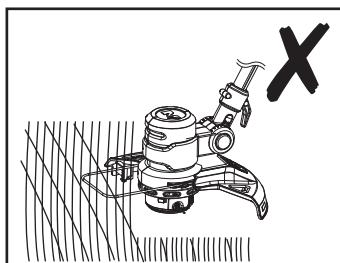
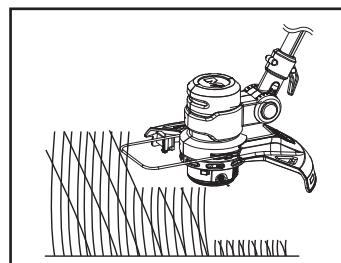

Fig. 16
Fig. 17
- Asegúrese de que el dispositivo de corte no presenta partículas externas que puedan provocar un atasco. Compruebe esto cada cierto tiempo. Suelte el interruptor de encendido/apagado (2) y desconecte el producto de la fuente de alimentación antes de realizar cualquier comprobación.
- Recorte la hierba más larga por fases; no la corte de una sola pasada (Fig. 16). Para obtener los mejores resultados, corte la hierba más larga por pasos (Fig. 17).